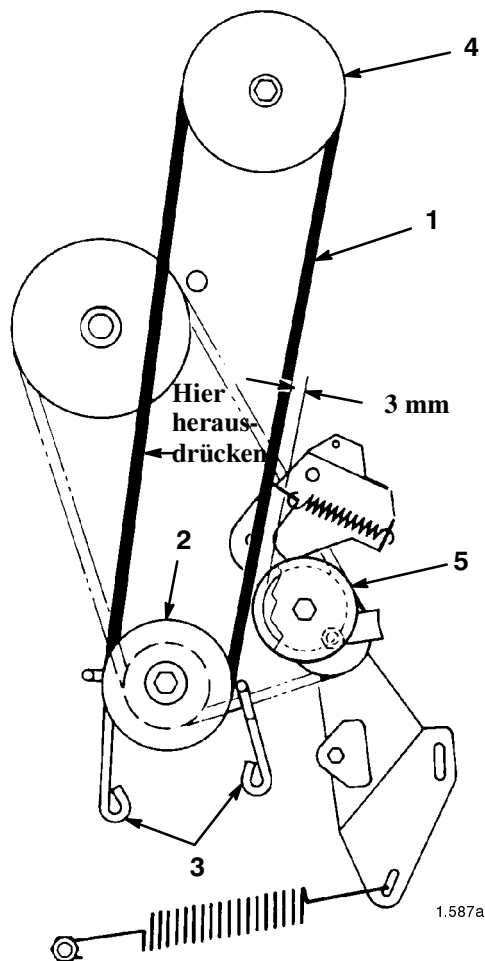

Bild 27
7. Lockern Sie die Befestigungsschrauben, mit denen die Riemenscheibenführungen des Motors abgesichert werden und bewegen die Führungen von der Scheibe weg. Entfernen Sie den Schneidwerkriemen von der Motorscheibe (Bild 27).
12. Drücken Sie den Riemen nach außen, siehe Bild 27 und kontrollieren den Abstand zwischen der Außenseite des Riemens und der Innenseite der Spannscheibe (Bild 27). Der Abstand muss mindestens 3 mm sein.